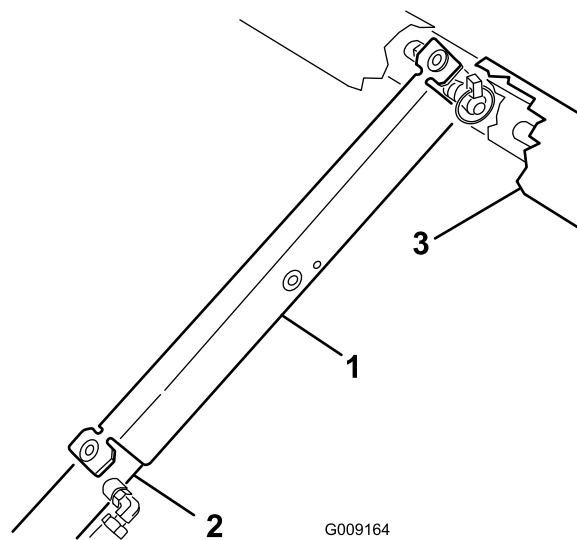

図 39
3. サポートをシリンダロッドにはめ込み、安全サポートの端部でシリンダバレルの端とシリンダロッドの端を確実に支える 図 39。